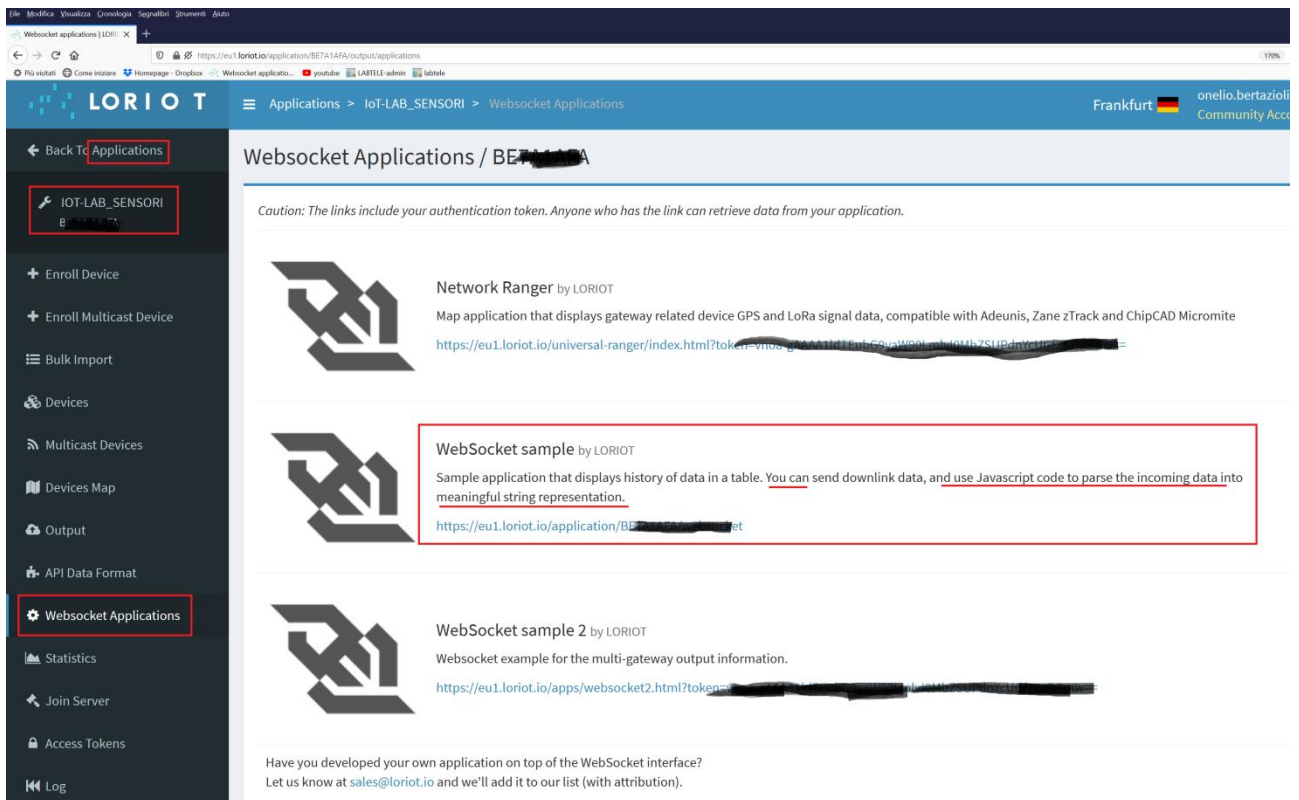
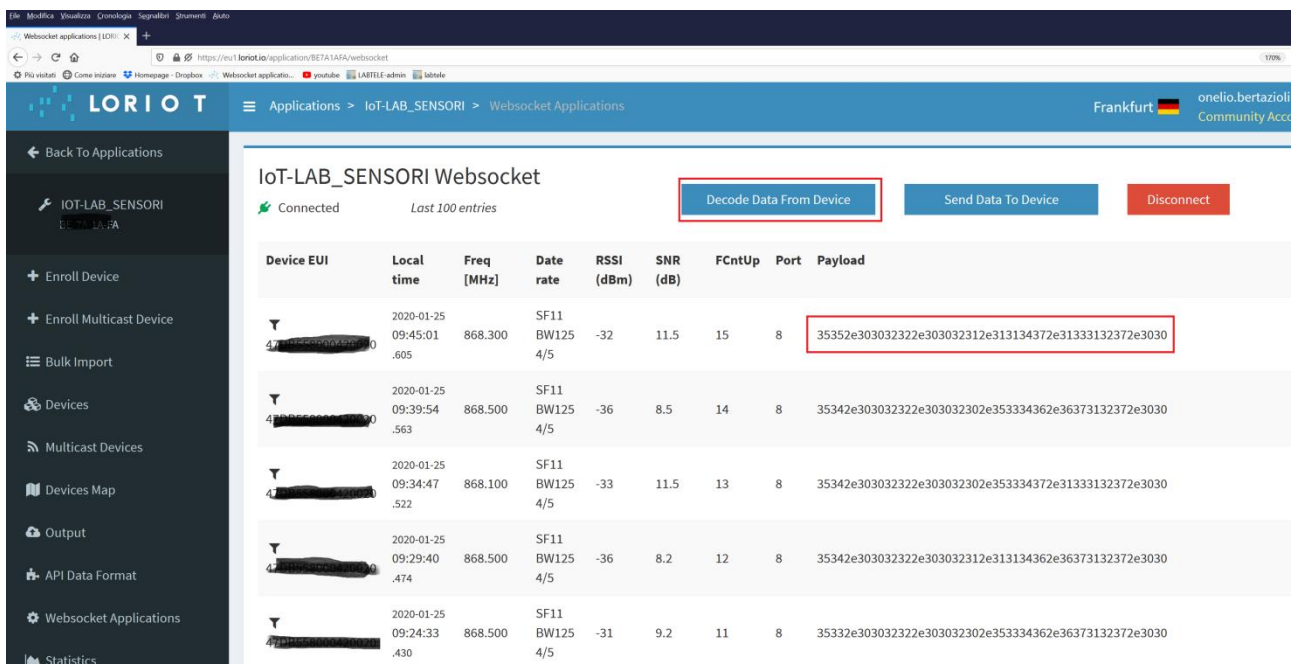
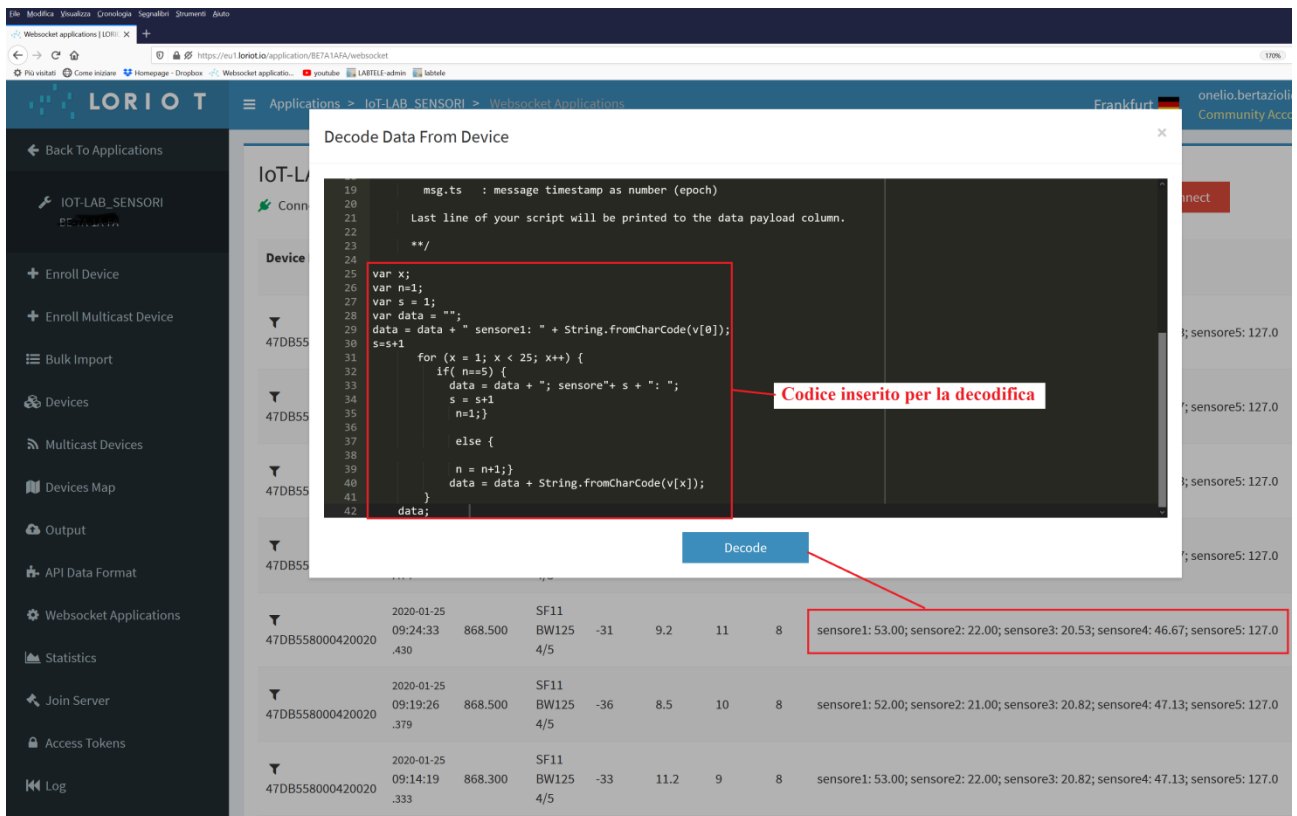

FIGURA 23 Selezione della modalità di visualizzazione dei dati
FIGURA 24 Visualizzazione dei dati in formato esadecimale e pulsante per l'inserimento del codice (in JavaScript) per la decodifica.
FIGURA 25 Esempi di codice per la decodifica.
8. Cliccando su *Applications* → *<nomeApplication>* → *Websocket Applications* → *Websocket Sample* (FIGURA 23) è possibile visualizzare in tempo reale i dati inviati dagli *end node* (tramite il gateway), con i relativi parametri. I dati vengono visualizzati in formato esadecimale (FIGURA 24); è però possibile visualizzarli in formato testo cliccando su *Decode data from device*, inserendo il codice (in JavaScript) per la decodifica; nel caso esemplificato in FIGURA 25 in cui i sensori inviano cinque dati numerici, ciascuno composto da cinque caratteri (es. 55.00 22.00), il codice applicato è stato il seguente (dalle istruzioni fornite dalla piattaforma si sa che “v: array of bytes represented as integer”):